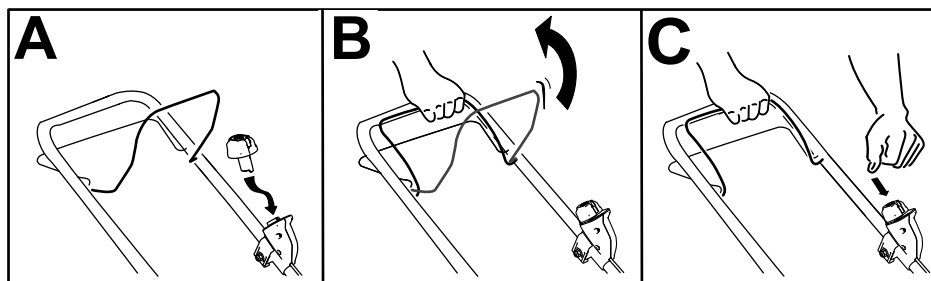

Figura 10
2. Insira o botão de arranque elétrico no interruptor do arrancador elétrico (A de Figura 10).
3. Insira a barra de controlo da lâmina e segure-a contra a pega (B de Figura 10).
4. Pressione o botão de arranque elétrico e mantenha-o pressionado até que o motor arranque (C de Figura 10).